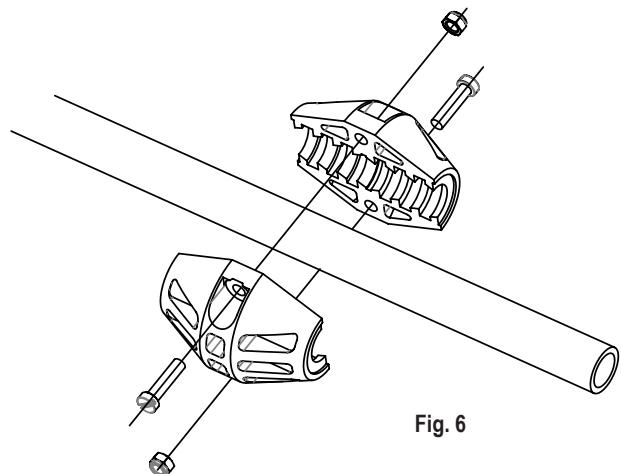

Fig. 6
- Pass the hose end through the roller outlet to the desired length, lock the spool with the ratchet in the nearest position and place the hose stopper (fig. 6).
- För ut slangänden genom utloppet och spärra trumman. Montera slangstoppet på önskad längd från slangändan (fig. 6).
- Pase el extremo de la manguera a través de la salida para manguera la longitud deseada y deje el tambor trincado en la posición más cercana, finalmente coloque el tope manguera (fig. 6).
- För ut slängänden genom utloppet och spärra trumman. Montera slangstoppet på önskad längd från slängändan (fig. 6).